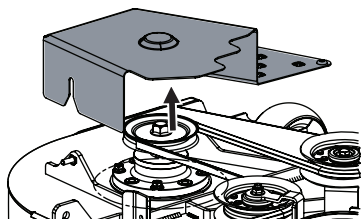

Figura 49
3. Extraiga las cubiertas de la correa de la plataforma (Figura 49).